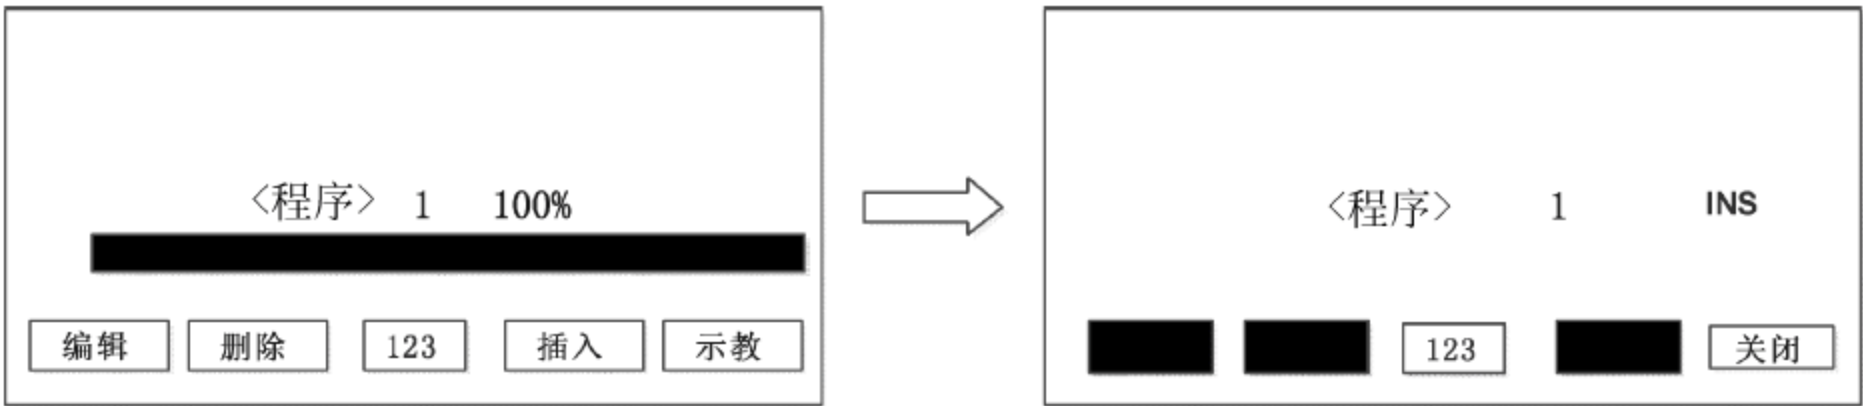

图 4-5 程序输入编辑界面
- ① 按下对应“插入”功能的 F3 键,进入“插入编辑”状态,如图 4-5 所示。